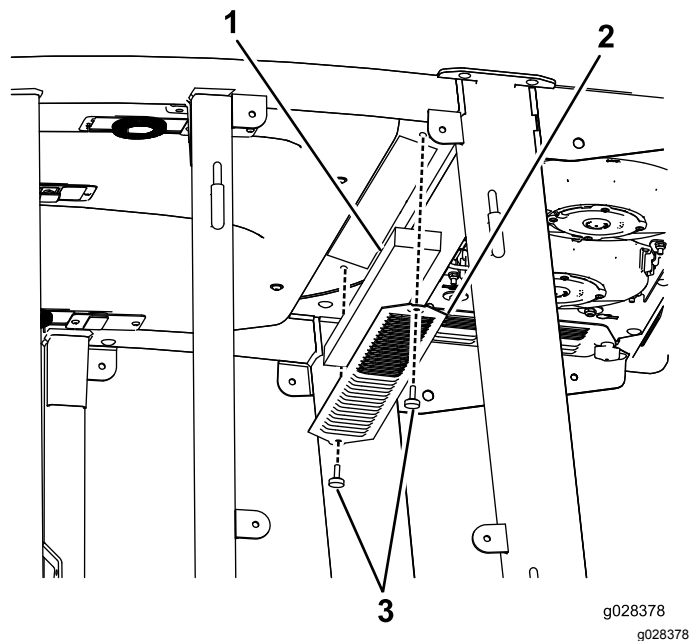
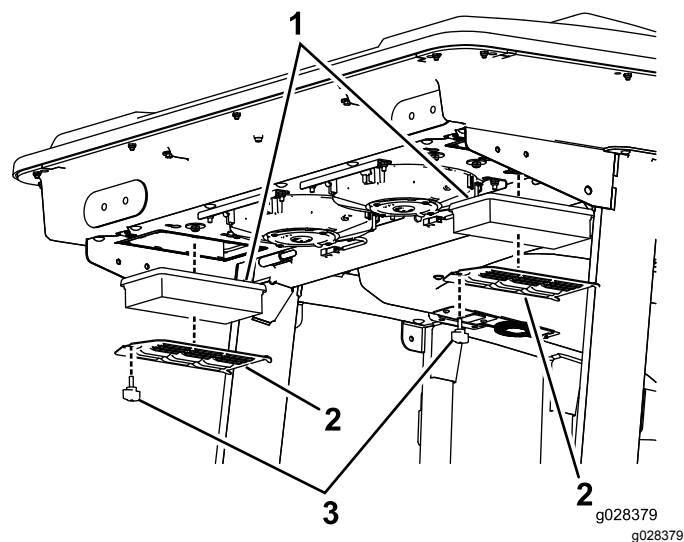
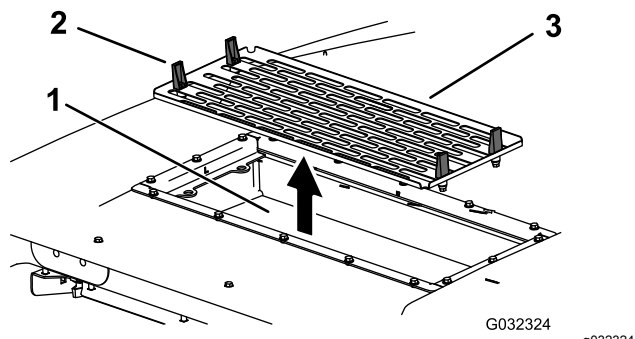
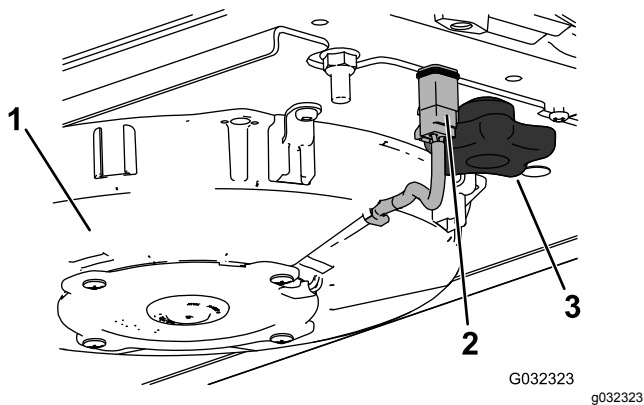

Figure 93
Figure 94
Figure 97
Figure 96
1. Retirez les vis et les grilles des filtres à air intérieur et arrière de la cabine (Figure 93 et Figure 94).
5. Déposez les filtres à air (voir Figure 94).
7. Reposez les filtres à air, la grille et le ventilateur (Figure 94, Figure 96 et Figure 97).
8. Rebranchez le câble de chaque ventilateur (Figure 96).